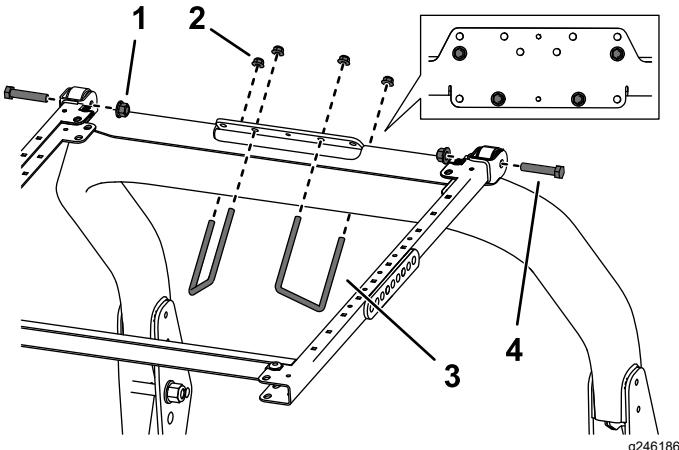

Bild 38
6. Befestigen Sie die Befestigungshalterung des Überrollsitzes an der Oberseite des Überrollbügels der Zugmaschine (Bild 38). Stellen Sie sicher, dass der Überrollbügel in der Befestigungshalterung des Überrollsitzes zentriert ist.
7. Befestigen Sie die Befestigungshalterung des Überrollschutzes mit zwei U-Bügeln (3½" x 5") und vier Bundmuttern in den in Bild 38 abgebildeten Befestigungslöchern an der Oberseite des Überrollbügels.